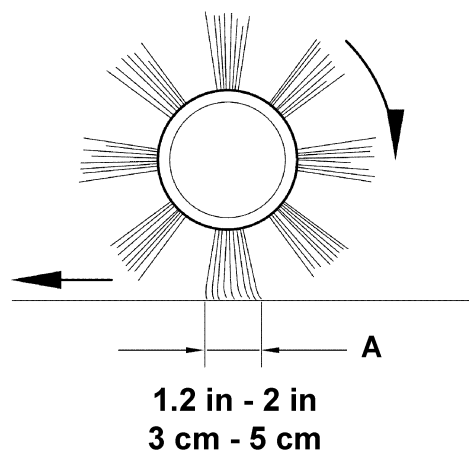
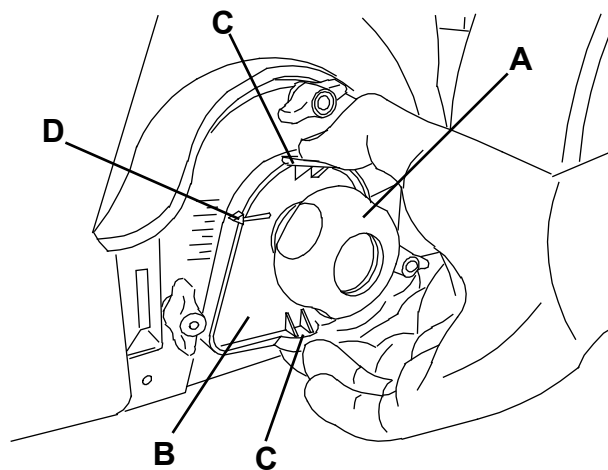

Рисунок 3
Рисунок 4
- Выключите главную щетку, нажав переключатель (1), затем переместите машину.
- Измерьте ширину отпечатка главной щетки (А, Рис. 3) - она должна составлять от 3 до 5 см.
2. Поверните главный выключатель (1) в положение «0».
3. Ослабьте рычаги (А, Рис. 4) с обеих сторон машины.
4. Возьмитесь за опору (В) в точках (С) и сдвиньте ее вверх, затем поднимите или опустите ее для изменения высоты главной щетки. Для изменения высоты см. индикатор (D). Затем затяните ручку (А) с обеих сторон машины.